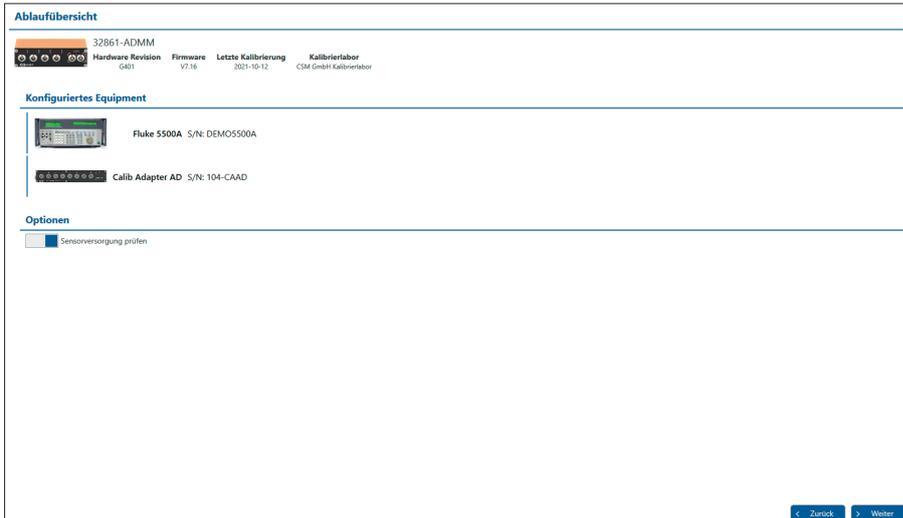

Abb. 2-11: Fenster **Ablaufübersicht**
- ☞ Überprüfen Sie die Angaben unter **Ablaufübersicht** und klicken Sie auf **Weiter** (Abb. 2-11).
i Um die Sensorversorgung bei den in Frage kommenden AD-/HV AD-Modulen überprüfen zu können, muss sowohl in der **Ablaufübersicht** (Abb. 2-11) als auch im Menü **Kalibrierplatz-Setup** die Option für die Überprüfung der Sensorversorgung aktiviert sein.